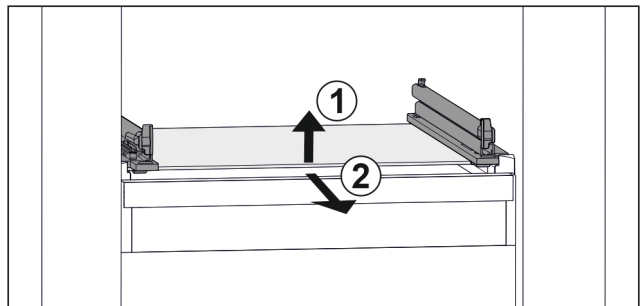

Fig. 88 Приблизне відображення скляної пластини
- ▶ Підняти скляну пластину спереду. Fig. 88 (1)
- ▶ Вийняти скляну пластину рухом вперед. Fig. 88 (2)